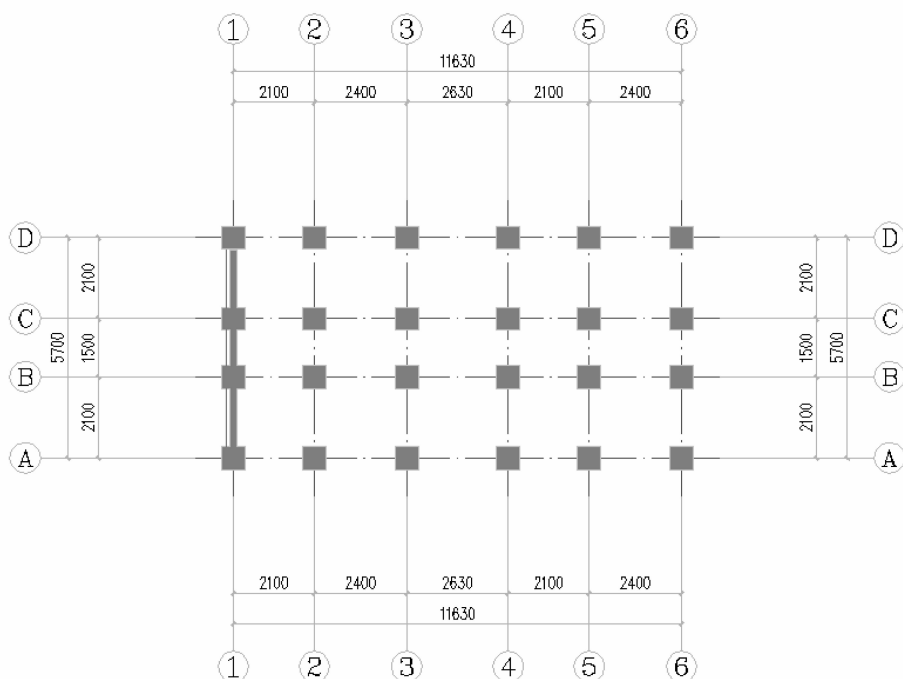

图 3-22 完成墙柱保温的结果
(3) 逐一拾取 1 轴的墙体最左边侧，然后按空格键完成操作，结果如图 3-22 所示。